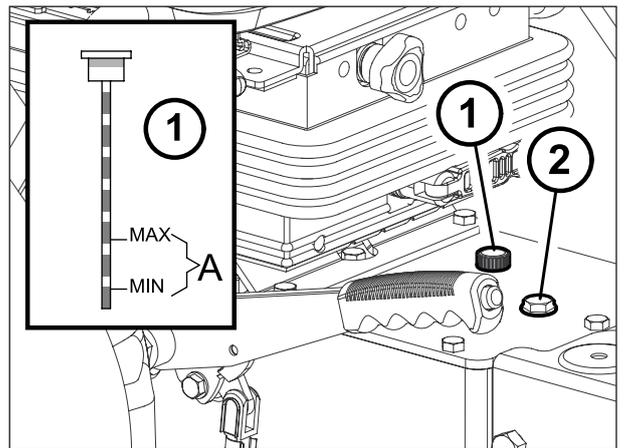

Fig. 116
Reabastecer de aceite la transmisión introduciéndolo por el orificio (2) Fig. 116 hasta alcanzar el nivel indicado en la varilla de control (1) Fig. 116.
NOTA: Después de haber sustituido el filtro y también el aceite de la transmisión, hacer girar el motor y controlar que no se presenten pérdidas. Apagar el motor, controlar el nivel del aceite (1) Fig. 116, y si es necesario restablecer el nivel.